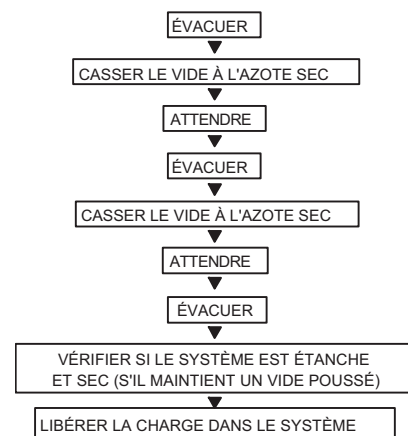

Fig. 20 — Méthode d'évacuation triple
Consultez la figure 20 et procédez comme suit :
5. Répétez cette procédure comme indiqué à la figure 20. Le système sera ensuite exempt de contaminants et de vapeur d'eau.